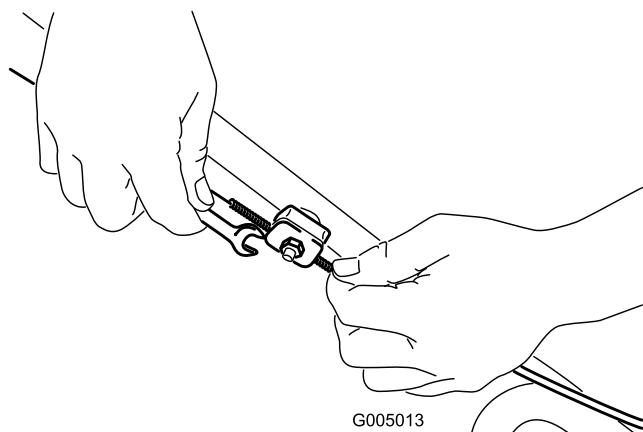

Figura 32
1. Allentare il dado del supporto cavo (Figura 32).